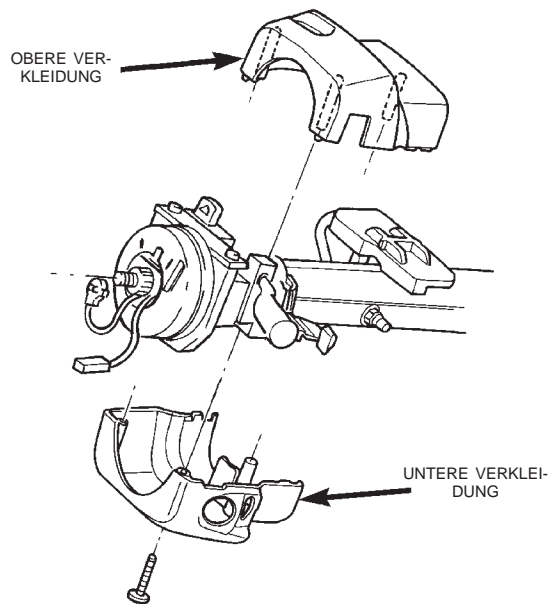

Abb. 3 Verkleidung/Lenksäule
(6) Verkleidung des Knieschutzpolsters und Knieschutzpolster ausbauen. Näheres hierzu siehe Kapitel 8 E, "Instrumententafel und Anzeiginstrumente".
(7) Schrauben der unteren Lenksäulenverkleidung lösen (Abb. 3) und die Verkleidung entfernen.
(9) Obere Lenksäulenverkleidung ausbauen (Abb. 3).